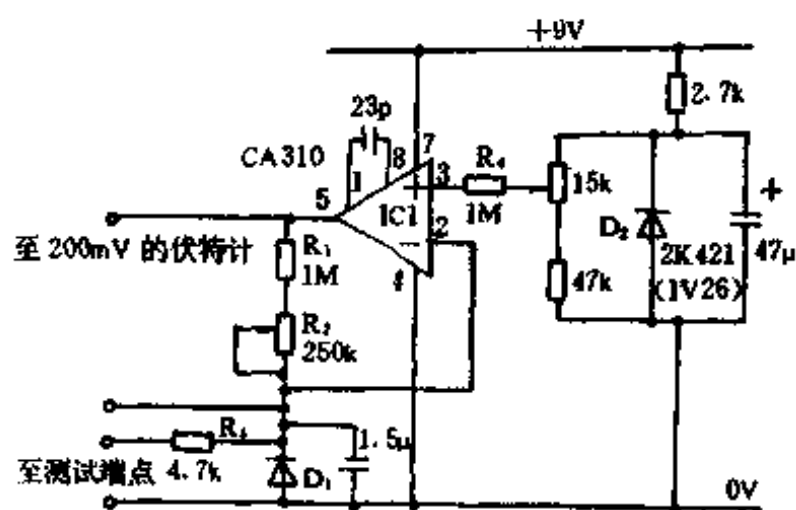

图 1-52
该计可测量高达 $10,000M\Omega$ 的等值电阻。由运算放大器第⑥脚所提供的电流使其第②脚的电压保持在 1V。同时，此电流流过 R_1 和 R_2 而下降的电压被馈送到数字式伏特计。该计应调节到 200mV，输入阻抗要 $5M\Omega$ 以上。 D_2 及其相关元件可提供稳定的 1V 基准电压，而 R_3 和 D_1 在各输入端出现高达 100V 电压的情况下仍可保护此线路。电路见图 1-52。